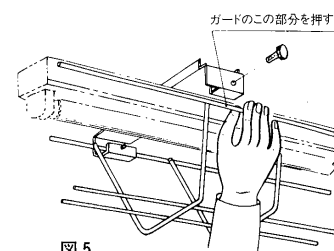

図5
2. 他の片側のガード取付台のガード受け部分に入れるには図5のようにガードを軽く押しながら、ガードをたわませてガード受け部分に入れて、ガード止めねじを取り付けてください。